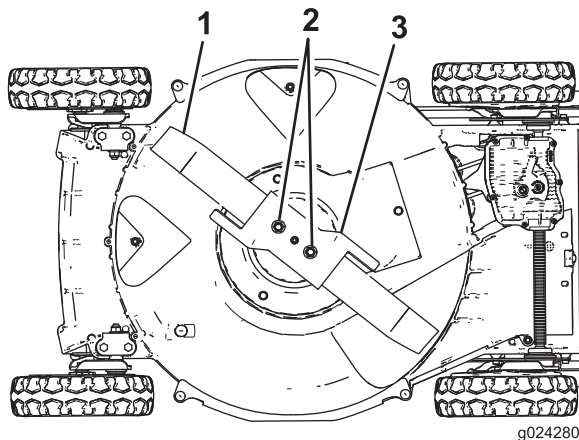

Bild 27
5. Kippen Sie die Maschine auf die **rechte** Seite (Luftfilter nach oben), wie in Bild 27 abgebildet.